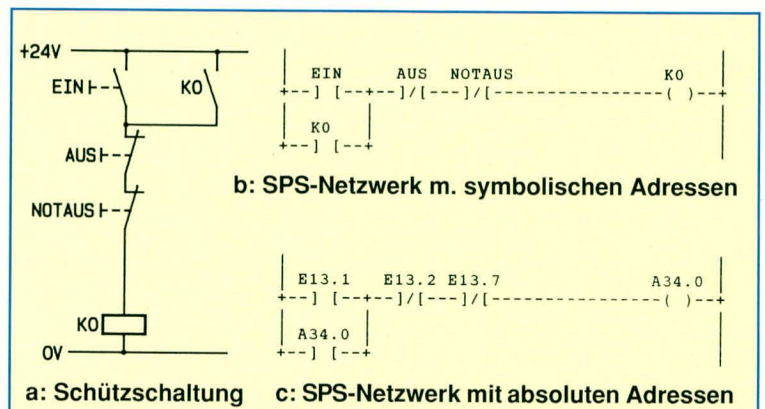

Bild 10: Ein-/Ausschaltung einer Anlage
Tabelle 5: Rechengang in der SPS zur Ein-/Ausschaltung, Bild 10
34. Demnach wäre A 34.0 die nullte binäre Ausgabe im Ausgabebyte 34 (oft ist damit auch schon genau beschrieben, in welchem Steckplatz des Gehäuses sich diese Ausgabe befindet). Für den Anwender hat aber eine solche Adresse keinen Bezug zur gesteuerten Anlage. Die meisten Programmiergeräte ermöglichen es dem Anwender und Programmierer daher, in einer Zuordnungsliste beide Adreßformen miteinander zu verbinden, so daß man sowohl mit dem einen wie mit dem anderen Adreßformat arbeiten kann (Bild 10 b, 10 c).